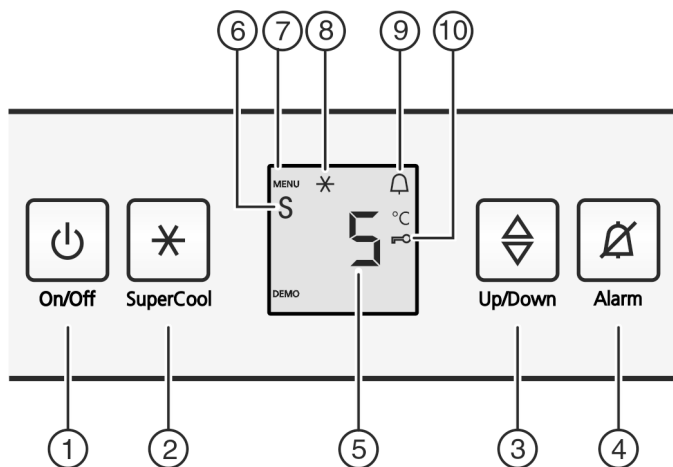

Fig. 2
- ▶ Нажать кнопку On/Off Fig. 2 (1).
- ▶ Активация режима настройки: удерживайте кнопку SuperCool Fig. 2 (2) прим. 5 с.
- ▷ Символ меню Fig. 2 (7) горит.
- ▶ С помощью клавиши настройки Fig. 2 (3) выберите c.
- ▶ Коротко нажимайте кнопку SuperCool Fig. 2 (2) для подтверждения.
- ▶ Для включения защиты от детей коротко нажмите клавишу SuperCool Fig. 2 (2).
- ▷ Символ "Защита от детей" Fig. 2 (10) горит. На индикации мигает **cl**.
- ▶ Для выключения защиты от детей коротко нажмите клавишу SuperCool Fig. 2 (2).
- ▷ Символ защиты от детей Fig. 2 (10) гаснет. На индикации мигает **cl**.
- ▶ Выход из режима настройки: нажмите кнопку On/Off Fig. 2 (1).
- ▶ Нажмите кнопку Alarm Fig. 2 (4).
- ▷ Светится символ Меню Fig. 2 (7).
- ▶ Чтобы вызвать функцию режима Sabbath: нажмите и сразу отпустите кнопку SuperCool Fig. 2 (2).
- ▶ Для включения режима Sabbath нажмите и отпустите кнопку SuperFrost Fig. 2 (2).
- ▶ Для выключения режима Sabbath нажмите и отпустите кнопку SuperFrost Fig. 2 (2).
- ▶ Выход из режима настройки: Нажать кнопку On/Off Fig. 2 (1).
- ▷ На индикаторе температуры показывается символ режим Sabbath Fig. 2 (6) до тех пор, пока активен режим Sabbath.